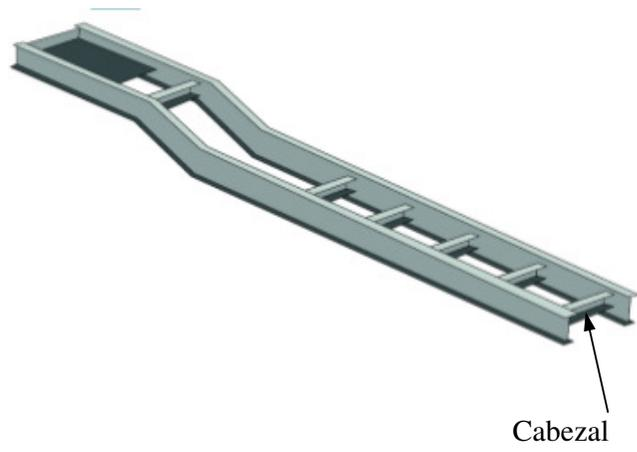

Figura 1: Esquema representativo de la estructura
**Problema** En este proyecto se propone el desafío de diseñar una estructura (ver figura 1) de un remolque de un camión destinado al transporte de troncos de pinos. La capacidad máxima del remolque es de 30 toneladas. Su diseño debe respetar las medidas básicas establecidas en el plano adjunto (ver figura 3). La suspensión del remolque, debe estar de acuerdo a lo indicado en la figura 4.
1. Determinar la cantidad y ubicación de los cabezales (ver figura 1 ), para que la distorsión del equipo sea mínimo. Por ejemplo, si los cabezales deben ir pegados al ala superior o inferior de la viga; atrás, adelantate o alineados con el atril. La función de estos elementos es evitar el desplazamiento lateral de la estructura. Se exige que esta distorsión no sea mayor a 2°.